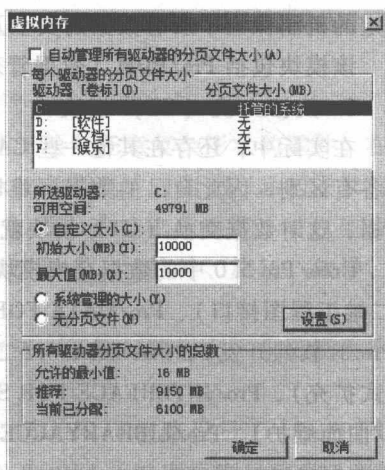

图 1-3 【虚拟内存】对话框
(4) 在【虚拟内存】选项组内单击【更改(C)...】按钮，弹出【虚拟内存】对话框，如图 1-3 所示。
(5) 取消【自动管理所有驱动器的分页文件大小】复选框的勾选，并单击【自定义大小】单选按钮。
(6) 设置虚拟内存的大小。在【初始大小】和【最大值】文本框中均输入“10240”，即 10GB。单击【设置(S)...】按钮，完成虚拟内存的设置。
(7) 单击【虚拟内存】对话框中的【确定】按钮，回到【性能选项】对话框。